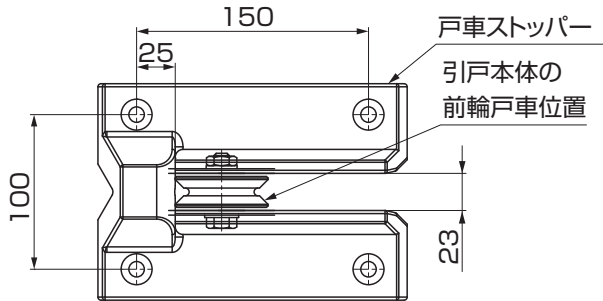

図15-1
①引戸本体を閉めた状態で引戸本体の戸車の位置にあわせて戸車ストッパーを位置合わせしてください。(図15-1参照)